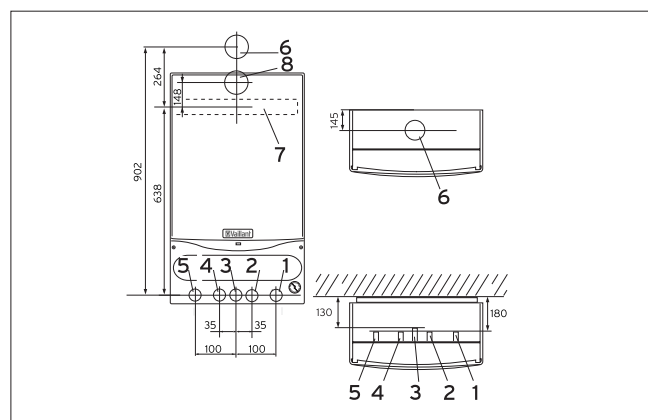

图6.3 接口尺寸
6.3.1 壁挂炉管路接口的位置和尺寸(参见图6.3和表6.2)